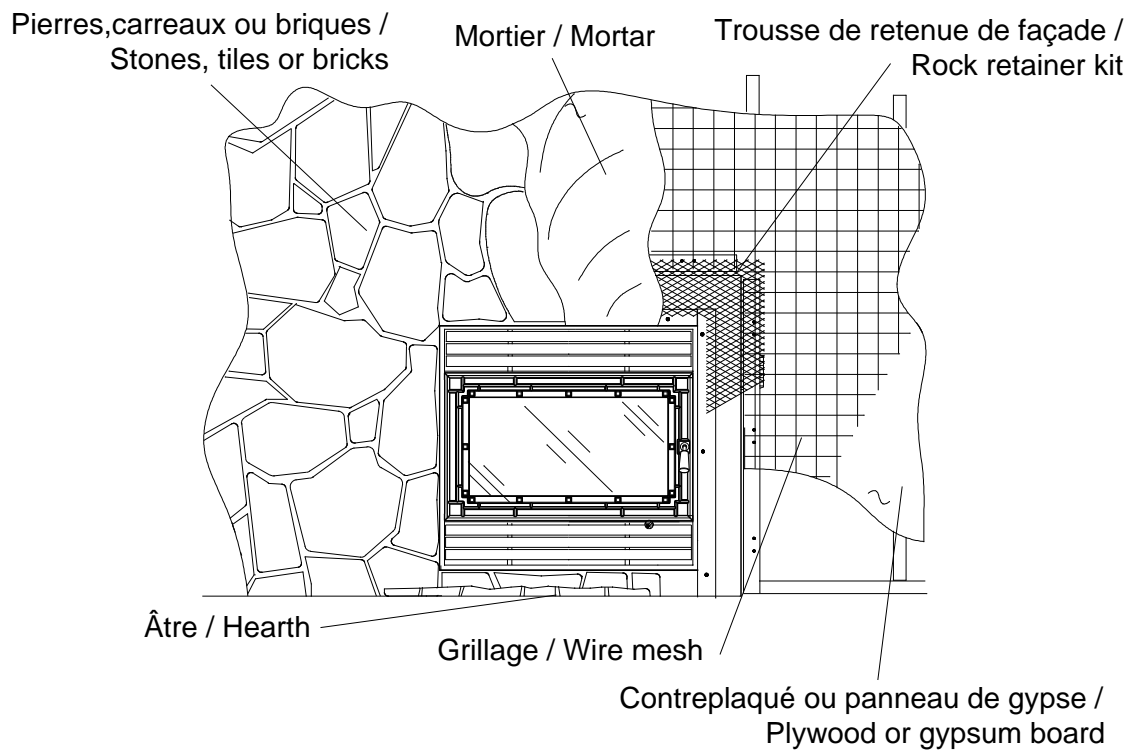

Figure 4 Détails d'installation des matériaux de finition / Detail installation of finishing materials
- 2. Using a plasterer's or mason trowel, apply a scratch coat of mortar that covers the wire mesh and screen. The mortar must be "thin set", or "thin bed" type, inherently polymer modified. If the mortar is not modified, then a synthetic latex additive should be added. Mix to a firm moist consistency. Let the mortar set before adding another coat. This will take several hours. Afterwards, apply a thinner coat and the facing. Do not spread plaster over more than a workable area so that the mortar will not set before the facing is applied. If required, use a grout bag to fill the joints. Take extra care to avoid smearing on the surface of the facing (see Figure 4).
n'est pas modifié, ajoutez un additif de latex synthétique. Mélangez jusqu'à consistance ferme et humide. Laissez sécher le mortier avant d'appliquer une autre couche. Cette étape prend plusieurs heures. Ensuite, appliquez une couche mince et installez la maçonnerie ou la céramique. Il est recommandé de travailler par petite zone afin que le mortier n'ait pas le temps de sécher avant que la maçonnerie ne soit installée. Si nécessaire, utilisez un sac de coulis pour remplir les joints. Faites attention de ne pas faire de bavures sur la devanture (voir Figure 4).